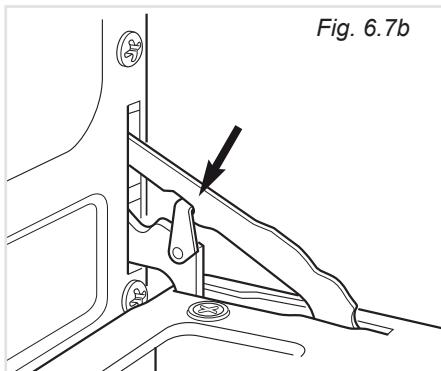

Fig. 6.7b
- Agganciare l'anello di ritegno all'apposito dente delle cerniere destra e sinistra (fig. 6.7b).
- Assicurarci che la porta sia bloccata aperta (fig. 6.7b).